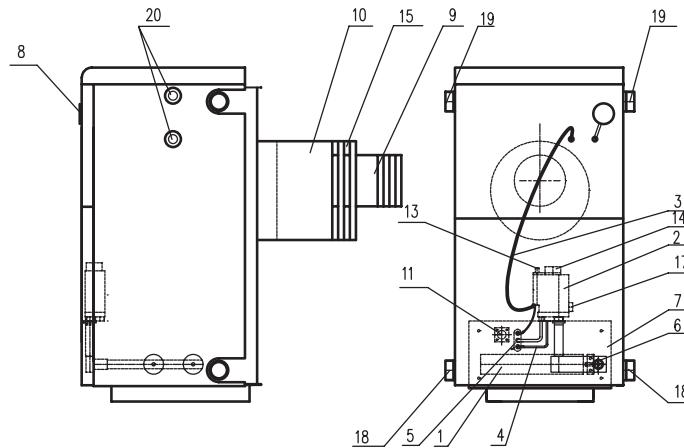
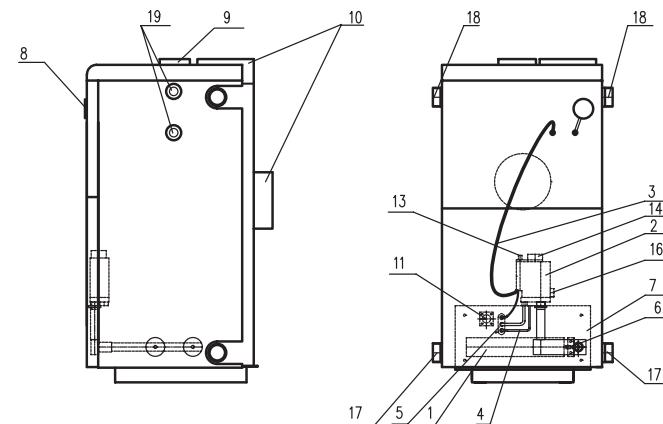

Рисунок 1. Устройство котла с коаксиальным трактом.
Рисунок 2. Устройство котла с раздельным трактом.
- 5.1. Котел имеет закрытую камеру сгорания, т.е. забор воздуха на горение осуществляется снаружи помещения. Для воздухоподачи и удаления продуктов сгорания котел изготавливается с раздельным или коаксиальным дымовентиляционным трактом. При коаксиальном выходе котел (рис.1) комплектуется собственным дымовентиляционным трактом, который устанавливается через отверстие в наружной стене здания и система дымоудаления не требует дымовой трубы. При раздельном выходе котел (рис.2) комплектуется секцией воздуховода. Снаружи на конец дымовентиляционного тракта или воздуховода устанавливается ветрозащитное устройство-терминал. Котёл представляет собой сварную водотрубную конструкцию, образующую по всему периметру водянную рубашку, окаймляющую топочную камеру. Для горячего водоснабжения в верхней части водянной рубашки размещается змеевик. Топочная камера имеет внешний проем для установки газогорелочного устройства. В панели газогорелочного устройства имеется окно для наблюдения за процессом горения.